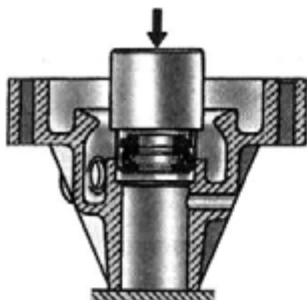

Рис. 4.1.76. Запрессовка манжеты
- с помощью оправки установить сальник, не допуская перекоса, в корпус насоса (рис. 4.1.76);